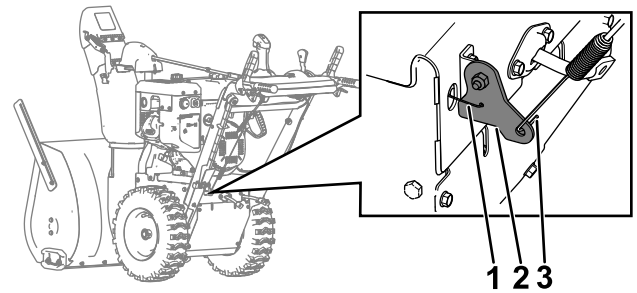

Bild 5
6. Lösen Sie im hinteren Teil der Maschine den Bowdenzug des Fahrtriebs von der Bowdenzughalterung (**Bild 5**).